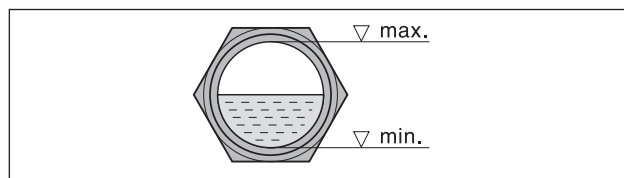

Fig. 5 Niveau d'huile
- b) Après une éventuelle correction du sens de rotation, redémarrez le moteur, puis arrêtez-le à nouveau après env. 2 minutes pour ajouter l'huile manquante jusqu'au bord supérieur du regard d'huile (Fig. 5/I). Répétez cette opération de rajout d'huile à l'orifice de remplissage (Fig. 2/H) pour remplir complètement les conduites d'huile.